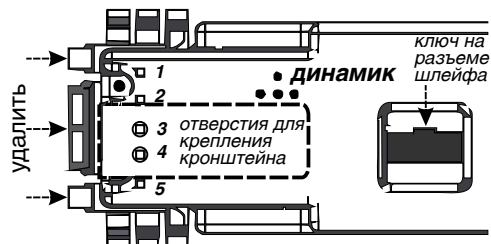

Рис. 2.16
8. Устанавливаются кронштейны, как показано на рисунке 2.17. Накладываем согнутый кронштейн длинной стороной на заднюю панель бортового компьютера, часть с большим круглым отверстием приподнята. При этом фигурный вырез кронштейна должен быть обращен в противоположную от динамика сторону. Рис. 2.16 и рис. 2.17.
9. На задней панели компьютера с боковых сторон находится по пять отверстий. Прикручиваем кронштейн саморезами через пару ближайших к сгибу крепежных отверстий, в отверстия "3" и "4" на задней панели компьютера, (считая от той стороны, ближе к которой расположен динамик), рис. 2.16. Таким же образом прикручиваем второй кронштейн с другой стороны. Рис. 2.17.